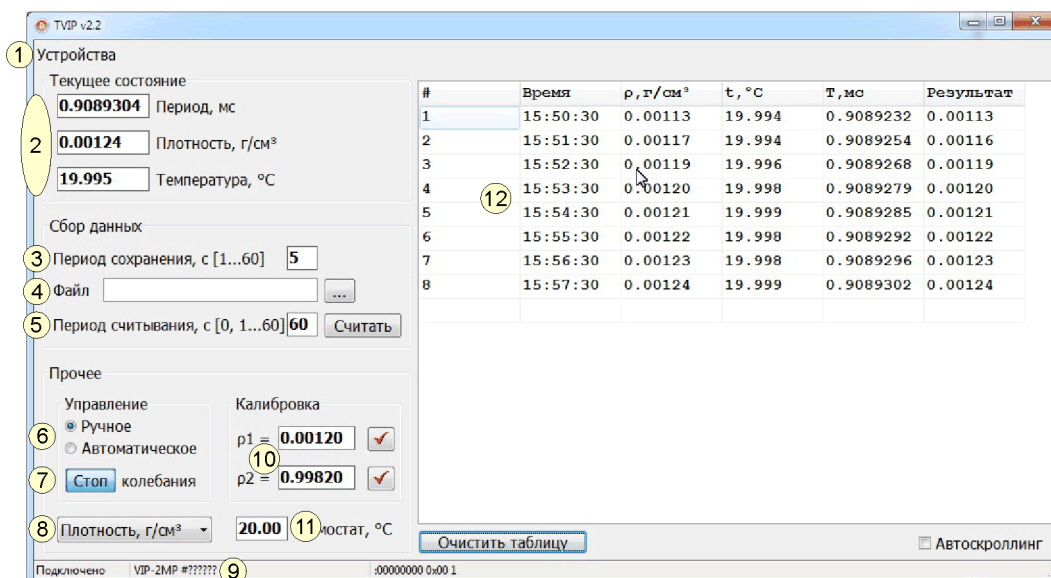

Рисунок 1 — Вид окна программы «TVIP»
1.5.4 Установить (см. рисунок 1) желаемые период сохранения, файл, период считывания.